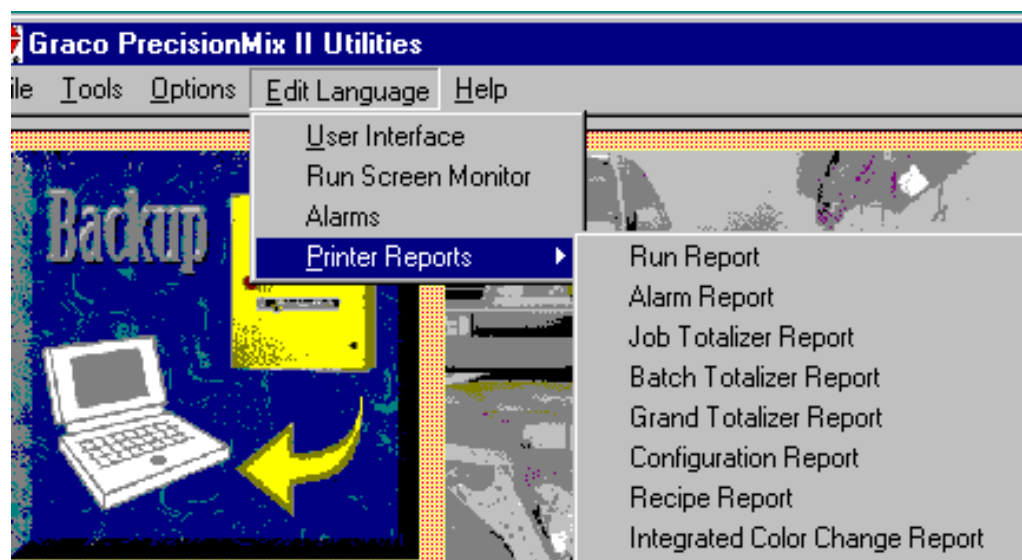

Fig. 13.61
1. Sélectionner Edition langue ► Moniteur de production ou rapports d'alarmes ou d'imprimante ►, en choisissant celui que l'on veut éditer. Voir Fig. 13.61.